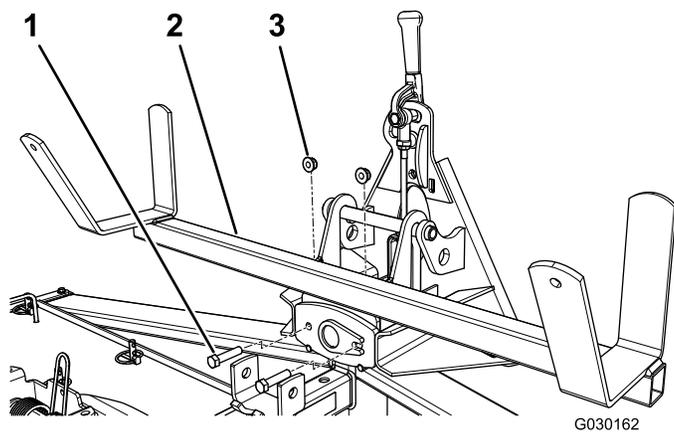

Figura 2
2. Instale el soporte en el adaptador y sujételo con 2 pernos (3/8 x 1 1/2") y 2 tuercas con arandela prensada (3/8"), según se muestra en Figura 2.